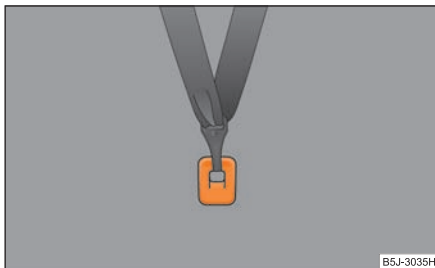

Fig. 168 Scaunul din spate:
⇒ fig. 168.
- Fixați scaunele pentru copii cu sistem „Top Tether” numai în locurile special prevăzute ⇒ fig. 168.